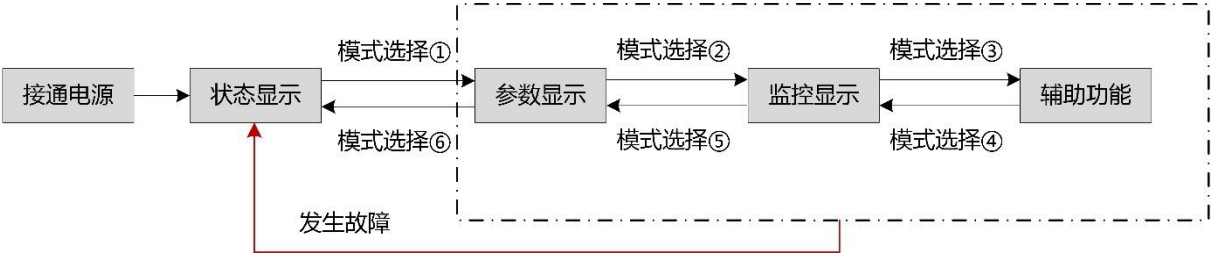

图 9-2. 面板操作逻辑流程图
- 按“M”键可以在不同模式间进行切换,切换条件如图 9-2 所示。
- 模式切换①：伺服状态显示进入参数显示状态（查看或设定 P 组参数）
- 模式切换②：参数显示状态进入监控显示状态（查看 D 组变量值）
- 模式切换③：监控显示状态进入辅助功能界面（可通过面板执行辅助功能）
- 模式切换④：辅助功能界面进入监控显示状态（查看 D 组变量值）
- 模式切换⑤：监控显示状态进入参数显示状态（查看或设定 P 组参数）
- 模式切换⑥：参数显示状态进入伺服状态显示（查看伺服当前状态）